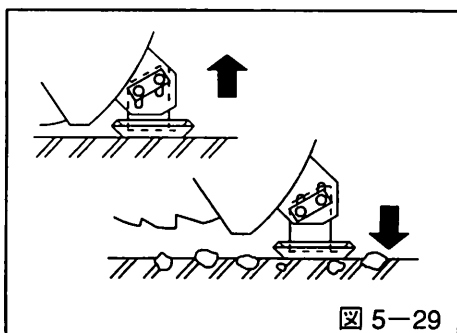

図 5-29
- 整地された路面、アスファルト路面を除雪する場合にはソリの取付ナットを緩めてソリを上にはげれば、路面スレスレまで除雪ができます。(図5-29参照)